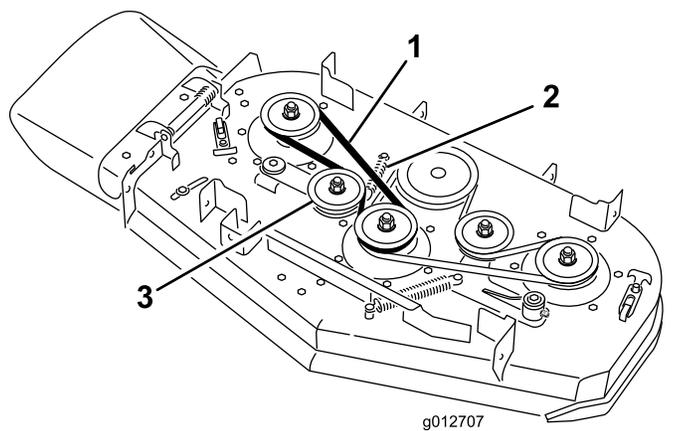

Рисунок 64
5. Снимите ремень правой деки газонокосилки (Рисунок 64).
7. Проложите ранее снятый или новый ремень газонокосилки вокруг шкивов правой деки и натяжного ролика (Рисунок 64).